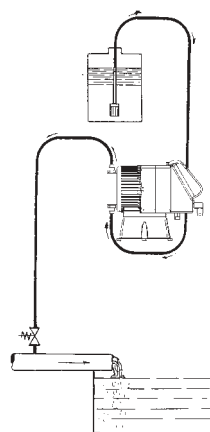
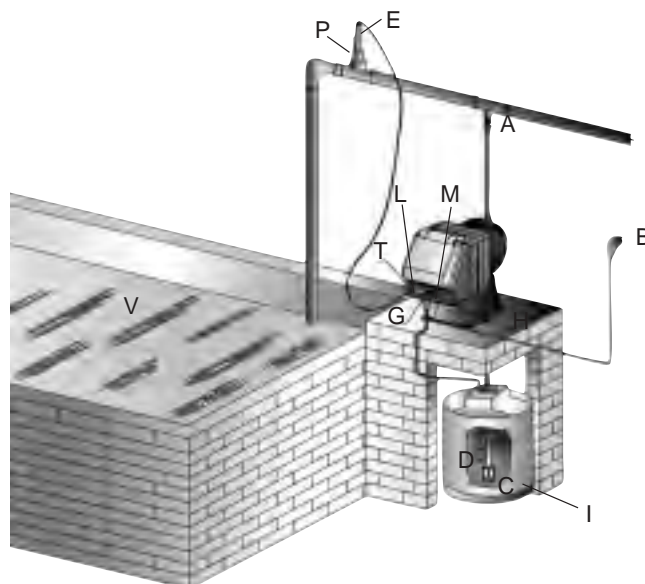

Fig. 6
Fig. 12
- c. Ubicare la pompa come in figura 5 tenendo presente che essa può essere fissata sia sotto che sopra il livello del liquido da dosare entro il limite massimo di 2 metri. Il punto di iniezione deve essere collocato sempre più in alto del liquido da iniettare. Non installare la pompa direttamente sul serbatoio in quanto alcuni additivi sviluppano vapori che possono danneggiare l'apparecchiatura. Per una corretta installazione vedi fig. 12. Se l'impianto da trattare lavora alla pressione atmosferica (additivazione a scarico libero) ed il serbatoio dell'additivo deve essere assolutamente posizionato più in alto del punto di iniezione (Fig. 6), controllare periodicamente la funzionalità della valvola di iniezione, in quanto la sua eccessiva usura potrebbe portare all'immissione dell'additivo nell'impianto per caduta (anche ad apparecchiatura ferma). Se il problema dovesse permanere, inserire una **valvola di contropressione C** opportunamente tarata tra la pompa dosatrice ed il punto di iniezione (Fig. 6). Per liquidi che emanano esalazioni aggressive, non installare la pompa sopra al serbatoio a meno che tale serbatoio risulti chiuso ermeticamente.
[fig.12]